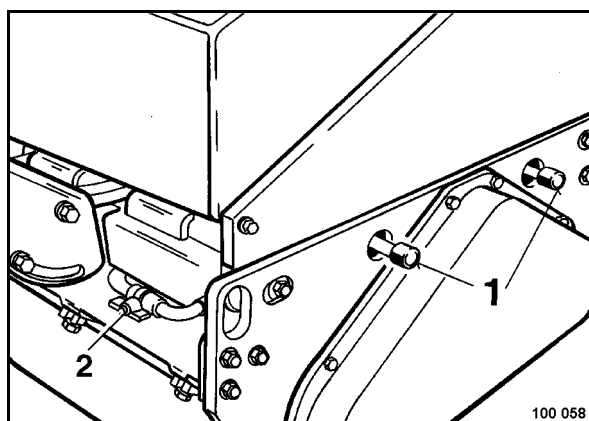

Рис. 87
- Открыть запорный кран 2 (Рис. 87).
- Снять приточные шланги с форсунок (1).
Закрывать запорный кран 2 (Рис. 87) только тогда, когда из обеих форсунок начнет выходить устойчивая к морозу смесь.